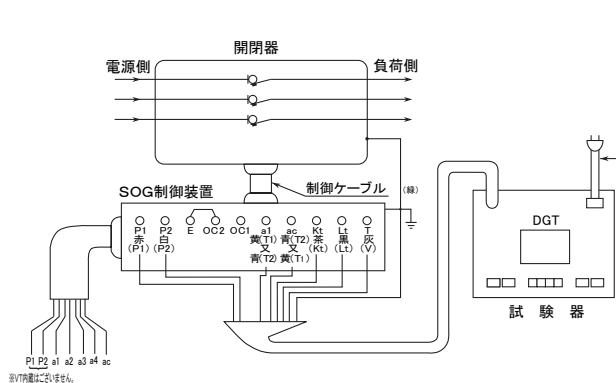

図5 戸上電機製作所製(DGT)による
- ①制御装置試験項目の管理値は表 5 のとおりです。
- ②図 5・6 の試験回路は制御装置のみの地絡動作時間測定となります。
- ③図 5・6 は制御電源と警報接点 (P1・P2・a1・ac) を制御装置パネルの試験端子に接続する方法です。
なお、図 5・6 の回路で試験する場合は、制御装置パネルの制御電源切替スイッチを「試験」側にしてください。